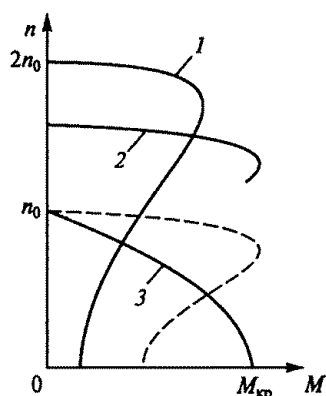

Рис. 222
9.43. Укажите на рис. 222 механическую характеристику трехфазного асинхронного двигателя (1... 3), соответствующую регулированию его скорости путем увеличения частоты напряжения статора, если штриховой линией показана естественная характеристика этого двигателя.